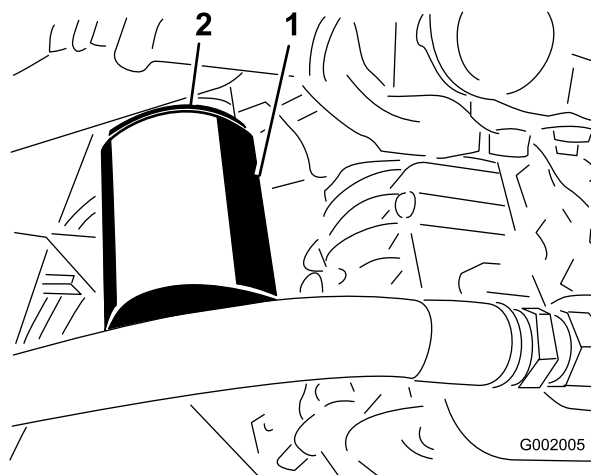

Figura 68
4. Retire el filtro (Figura 68).